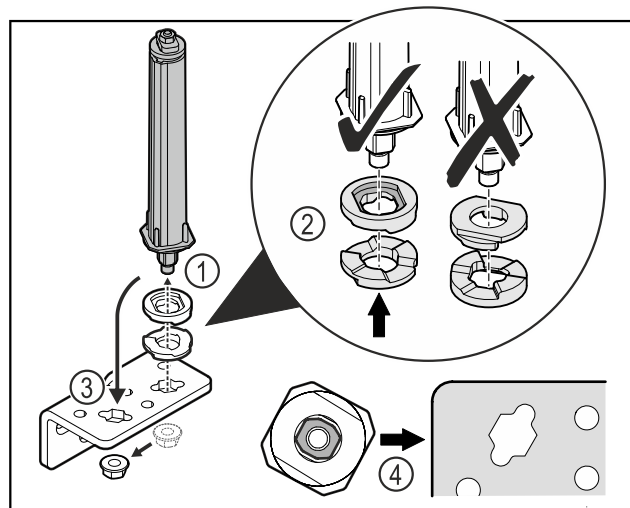

Fig. 23
- ▶ Otpustite maticu i skinite sustav zatvaranja vrata Fig. 23 (1).
- ▶ Pazite na ispravno poravnanje pločica za namještanje visine Fig. 23 (2).
- ▶ Premjestite sustav zatvaranja vrata u kutnim šarkama i pričvrstite ga maticom Fig. 23 (3).
- ▶ Pri umetanju pazite na ispravno poravnanje sustava zatvaranja vrata Fig. 23 (4).